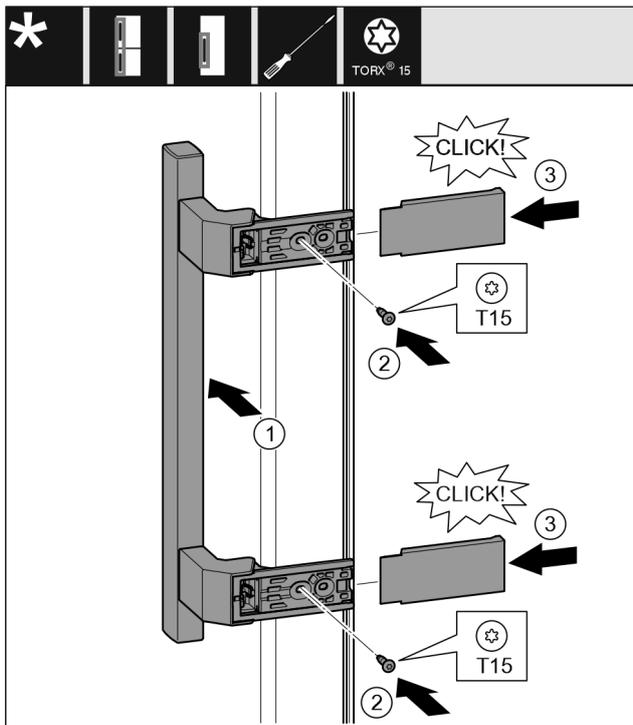

Fig. 19
- ▶ Postavite ručku na suprotnu stranu. Fig. 19 (1)
- ▶ Pritegnite vijke odvijačem T15. Fig. 19 (2)
- ▶ Postavite pokrove bočno i natakните ih. Fig. 19 (3)